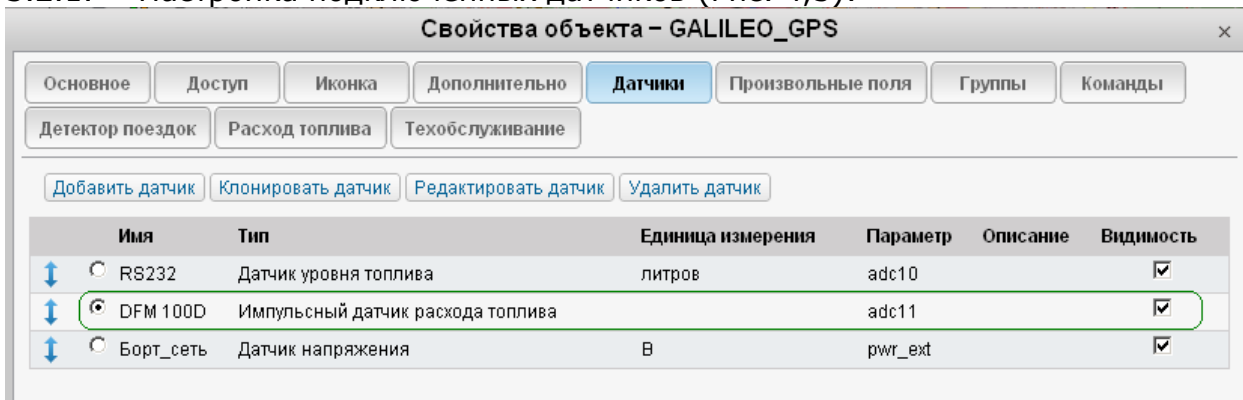

Рисунок 4
3.2.1. Настройка подключенных датчиков (Рис. 4,5):